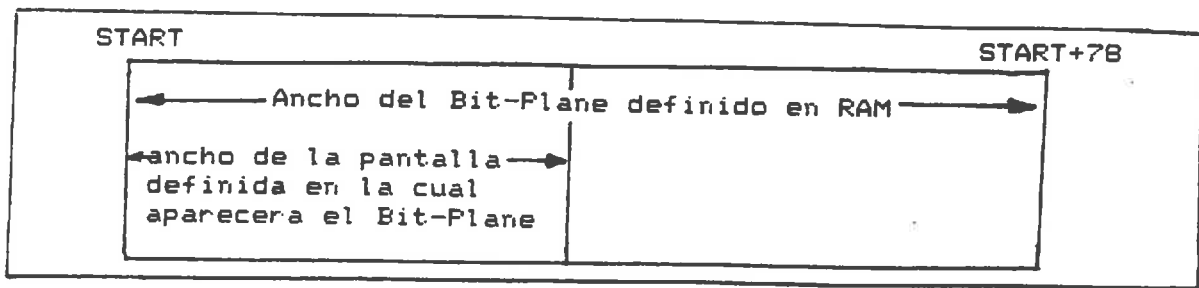

Figura 3-12: Playfield mayor que la Imagen.
**Especificando el modulo.** Para un playfield mas ancho que la ventana, se debera calcular un modulo para que se lleven las palabras correctas a cada linea de la imagen. Como ejemplo, el ancho standard de la ventana es 320 (40 bytes por linea). El playfield en memoria es dos veces este valor (80 bytes de ancho). Y se quiere visualizar la mitad izquierda del playfield. La Figura 3-12 muestra la relación del playfield y la zona a visualizar.